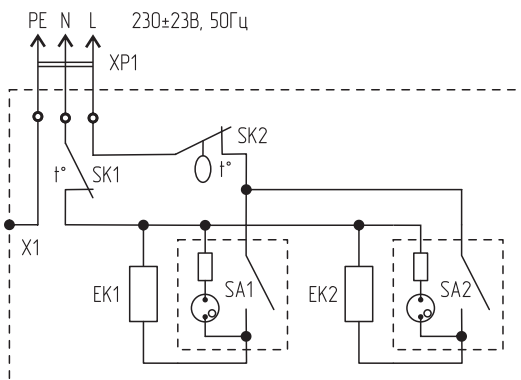

Рис. 3. Электрическая схема
5.3. Схема электрических соединений и узлов конвектора POWER 1500M SE, POWER 2000M SE показана на рис. 3. Нагревательный элемент имеет два независимых нагревателя EK1 и EK2, которые могут включаться независимо друг от друга, обеспечивая 100% или 50% номинальной мощности конвектора. В цепь питания нагревателей включены роковые переключатели с подсветкой SA1 и SA2, термовыключатель защиты от перегрева SK1 и биметаллический термостат SK2.